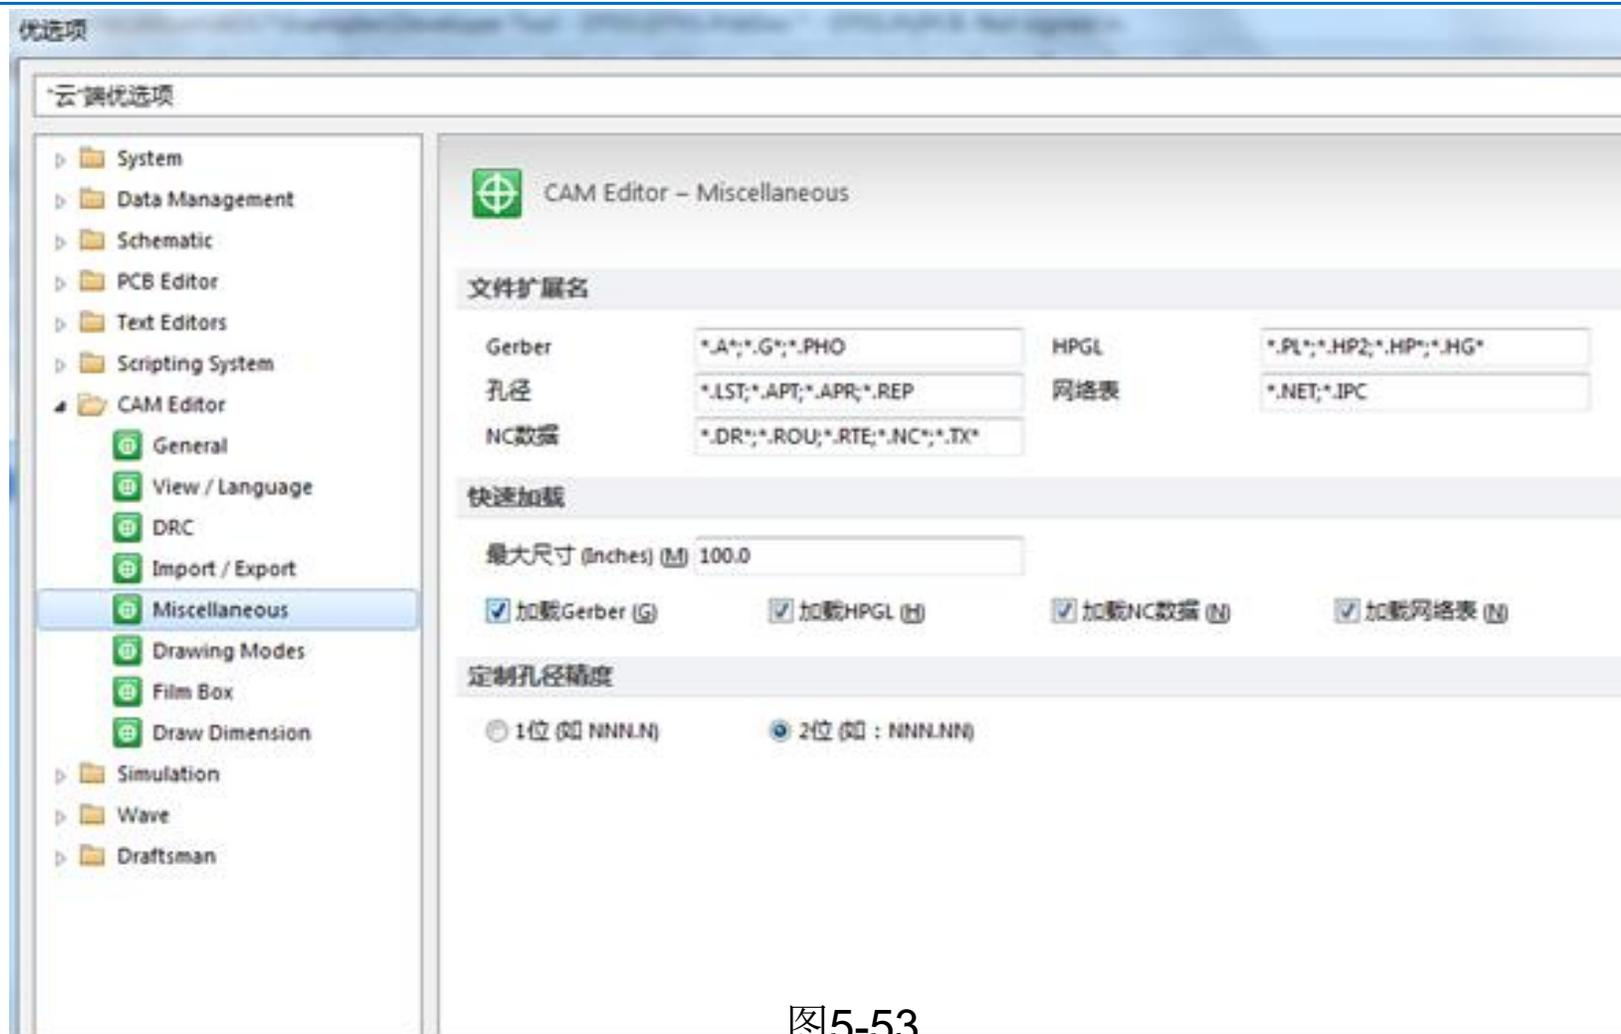

图5-53
(3) 如图5-53所示，展开CAM Editor。在展开项中选择Miscellaneous，进入CAM编辑器杂项选项设置对话框界面。该界面可以查看和设置文件的扩展名，快速加载设置等相关的设置。快速加载工具可以同时加载放置在一个目录下的所有CAM文件，包括Gerber文件、NC Drill文件和网表文件。